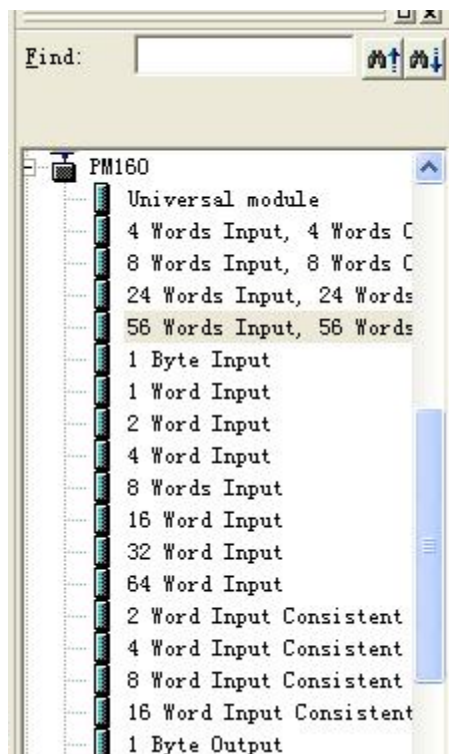

图 6
6. 您可以在这里找到您注册的设备，右侧窗口/Profibus DP/Additional Field Devices/Converter/PM-160/, 如图 6 所示